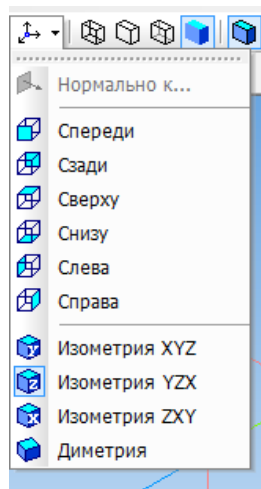

Рисунок 13.1 – Выбор изометрии XYZ
2. В меню Вид поменяйте ориентацию на **Изометрию XYZ** (рисунок 13.1).